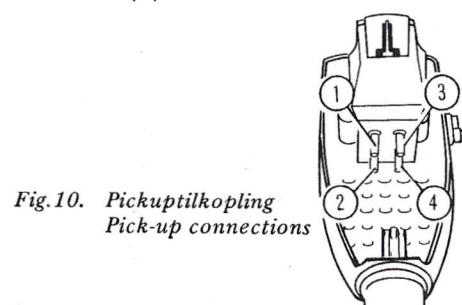

Fig.10. Pickuptilkoppling
- Signalføring fra pickup, se fig. 10.
- (1) – grønn: Høyre kanal (-)
- (2) – rød: Høyre kanal (+)
- (3) – blå: Venstre kanal (-)
- (4) – hvit: Venstre kanal (+)
- Signal transference from the pick-up, see fig. 10.
- (1) – green: Right channel (-)
- (2) – red: Right channel (+)
- (3) – blue: Left channel (-)
- (4) – white: Left channel (+)